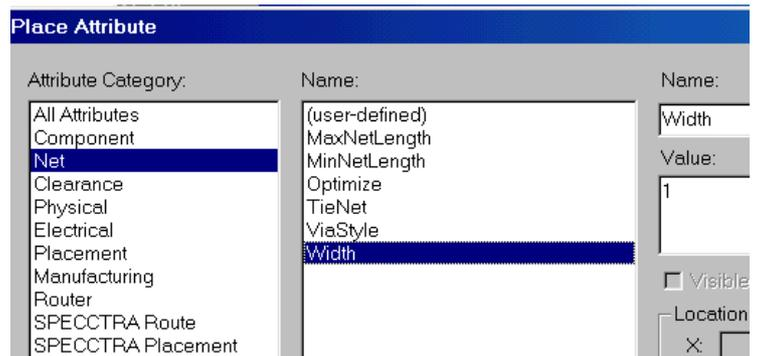

Рис. 6-25 Задание ширины проводников
3) На панели **Place Attribute** (разместить атрибут) в окне *Attribute Category* выберите категорию *Net*, в окне *Name* укажите имя атрибута *Width* (ширина) и в окне *Value* наберите его значение - **1mm**, как показано на рис. 6-25 и нажмите кнопку **Close**.